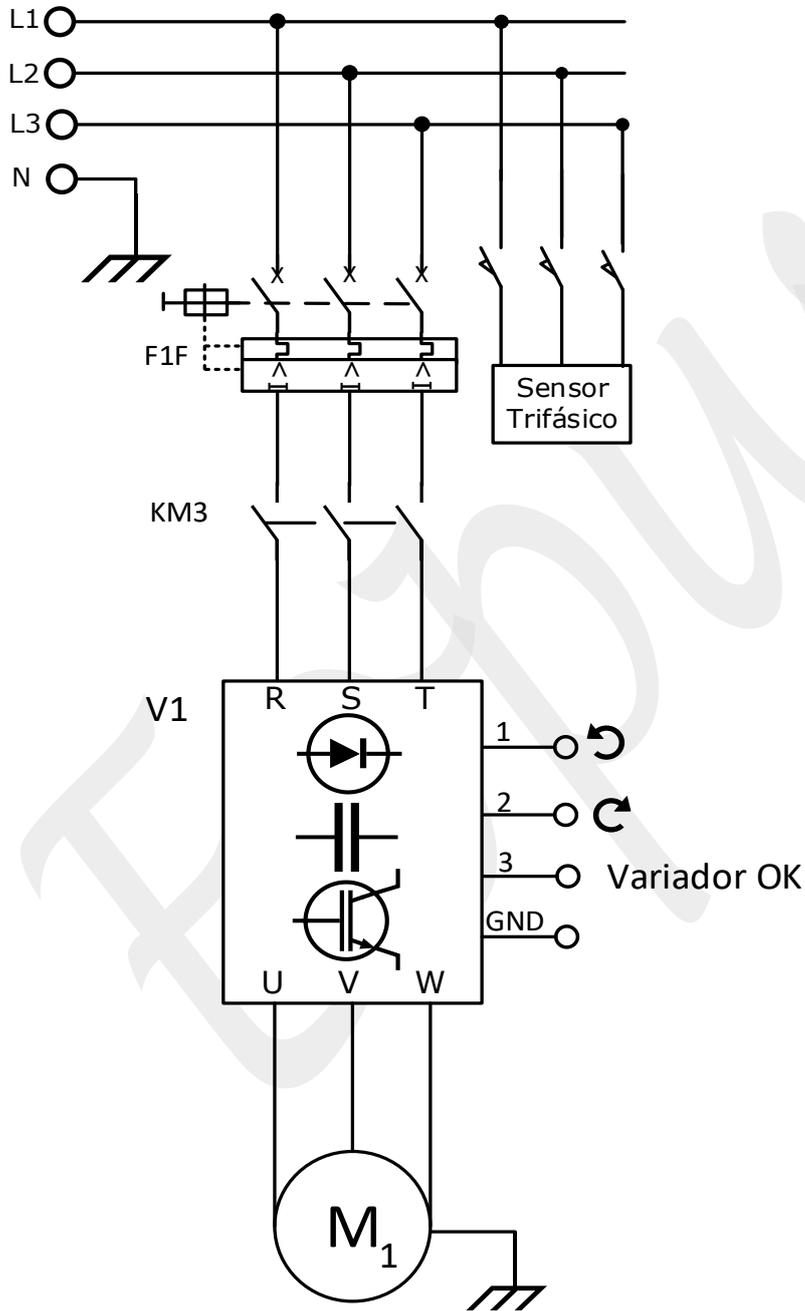

Figura.4 Circuito de potencia
En la Figura.4 y 5, se observa el esquema eléctrico de giro en ambos sentidos de un motor trifásico; controlado el PLC Eopus-CP06a y un variador de frecuencia (V1), con la ayuda del contactor (3) para encendido y se puede comprobar que el variador está listo para funcionar en ID6 (K5) y dar la respectiva señal de run al variador.